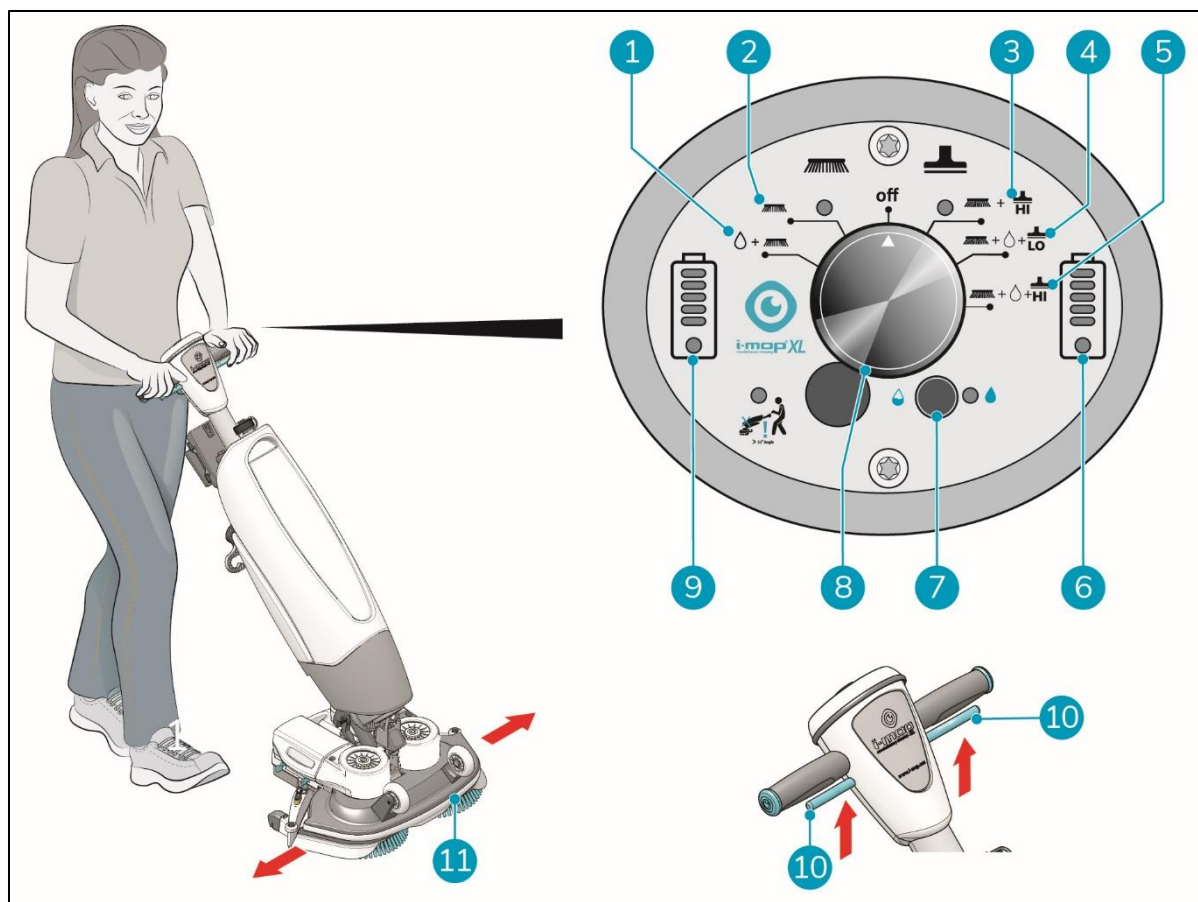

Figura 22
4. Fique atrás da i-mop® XL Pro. Escolha o seu modo de limpeza através do interruptor principal (Figura 22, pos. 7). Isto também liga a i-mop XL Pro. Pode seleccionar as opções de forma independente ou combinada.
- MODO 1: Escova + água/solução de limpeza (Figura 22, pos. 1).
- MODO 2: Apenas escova (Figura 22, pos. 2).
- MODO 3: Escova + vácuo (Figura 22, pos. 3).
- MODO 4: Escova + água/solução de limpeza + aspirador Lo (Figura 22, pos. 4).
- MODO 4: Escova + água/solução de limpeza + Hi vácuo (Figura 22, pos. 5).
6. Apertar o gatilho no punho (Figura 22, pos. 10). Esta ação também faz arrancar a i-mop® XL.
9. Dirija rodando suavemente o punho para a esquerda ou para a direita para deslocar a plataforma de lavagem (Figura 22, pos. 11).
10. Libertar o gatilho (Figura 22, pos. 10) pára imediatamente a i-mop XL Pro. O motor de aspiração pára após 3 segundos.